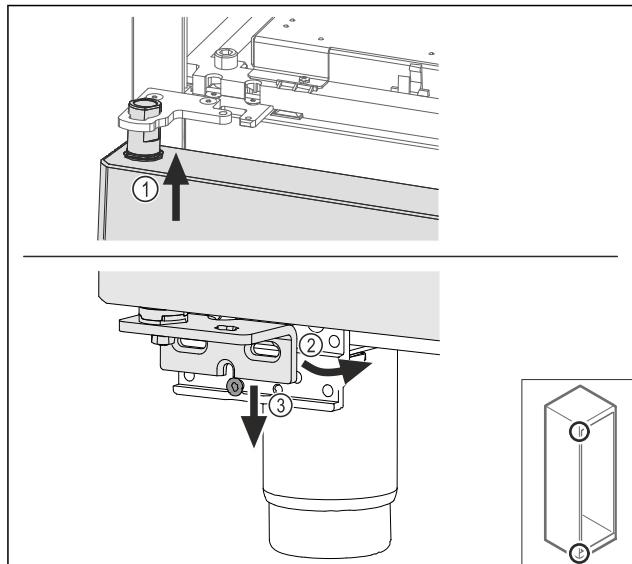

Fig. 68
- Установите дверь под небольшим уклоном сверху Fig. 68 (1), выровняйте ее прямо Fig. 68 (2) и смонтируйте снизу на винт опорного кронштейна Fig. 68 (3).